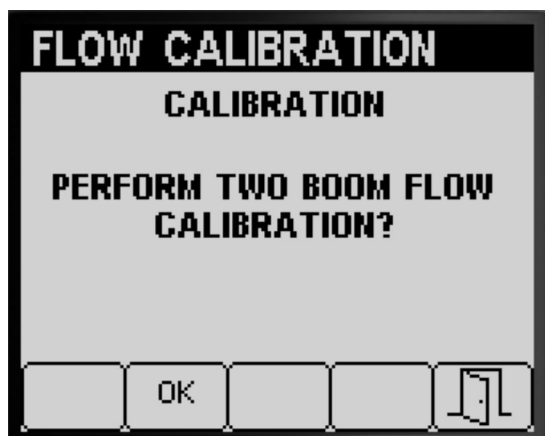

図 58
3 ブームキャリブレーションが終了すると、インフォセンターが、オプションの 2 ブームキャリブレーションを行うように指示する図 58 ので、以下のうちのひとつを行う
- 2 ブームキャリブレーションを行わない場合には、ボタン 5 を押してキャリブレーション画面に戻る図 58。